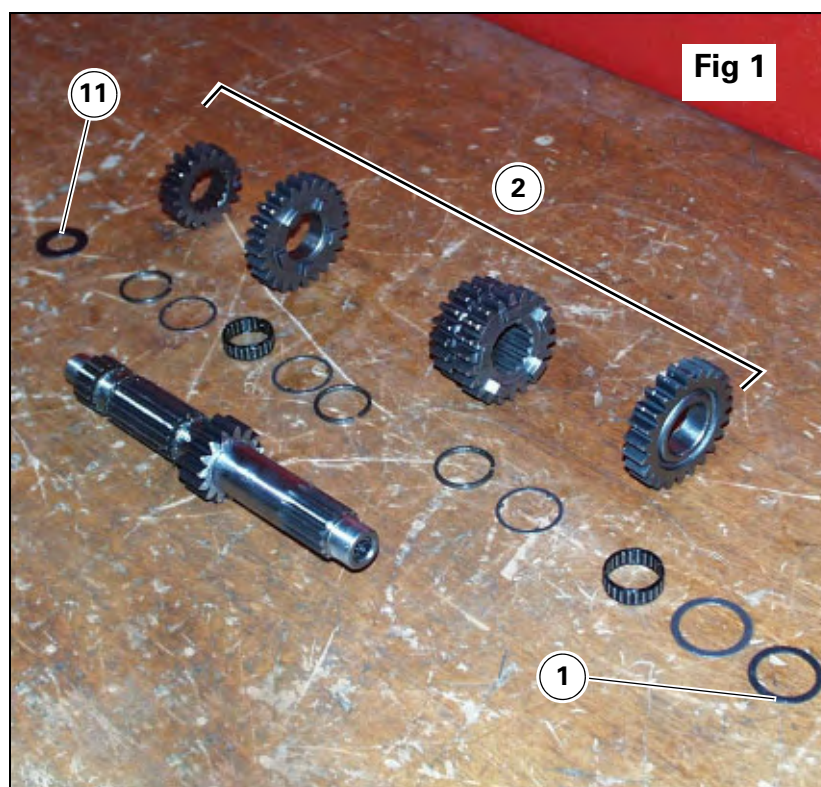

Fig 1
La Fig.1 mostra tutti i componenti che devono essere installati sull'albero primario (2), con i rasamenti (1) e (11) di estremità calcolati (Sez. 9.2).
Figure 1 shows all the parts to be reassembled on the gearbox primary shaft (2), with the calculated end shims (1) and (11) (Sect. 9.2).